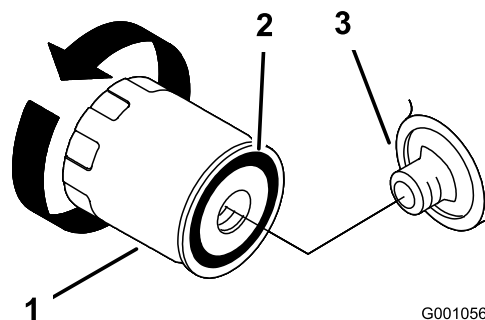

Figura 22
2. Retire el filtro usado y limpie con un paño la superficie de la junta del adaptador del filtro (Figura 22).
3. Aplique una capa fina de aceite nuevo a la junta de goma del filtro nuevo (Figura 22).
4. Instale el filtro de repuesto en el adaptador de filtro; gire el filtro en el sentido de las agujas del reloj hasta que la junta de goma entre en contacto con el adaptador del filtro, luego apriete el filtro de 2/3 a 1 vuelta más (Figura 22).